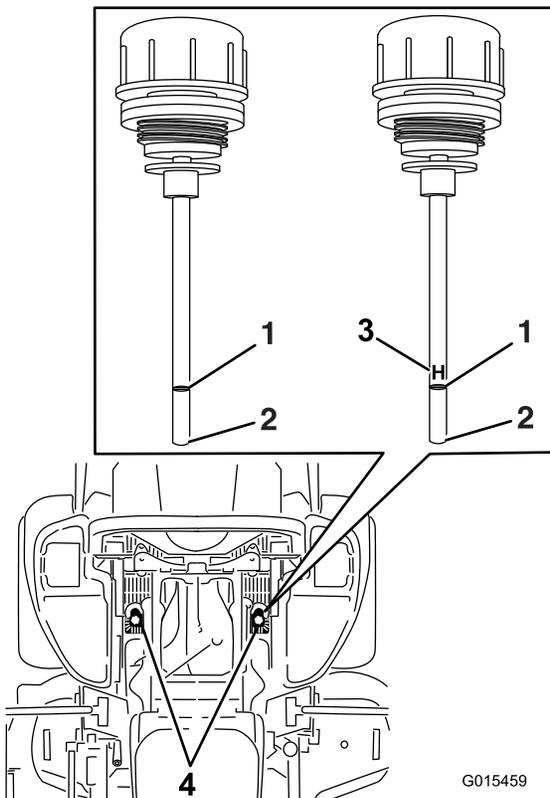

Figure 90
6. Nettoyez la surface autour des jauges des réservoirs du système hydraulique (Figure 90).
7. Sortez une jauge du réservoir hydraulique (Figure 90).
9. Ressortez la jauge et examinez l'extrémité (Figure 90).